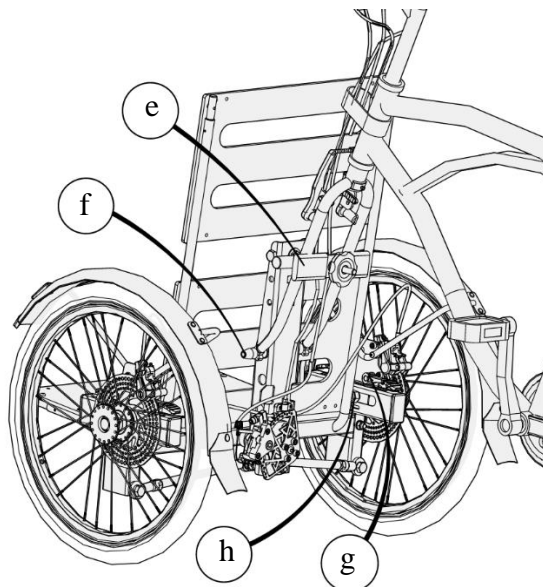

Figure 47 - Vue arrière de l'AddBike+
- Vérifiez le bon serrage des brides de l'AddBike+ sur la fourche : molette de serrage serrée à la main (Cf. figure 47-e) ;
- Vérifiez que le câble de frein avant et celui du pendulaire passent entre les brides du système de bridage (Cf. figure 47-e) ;
- Vérifiez que les brides avant et arrière sont bien en contact avec la fourche du vélo (Cf. figure 47-e) ;